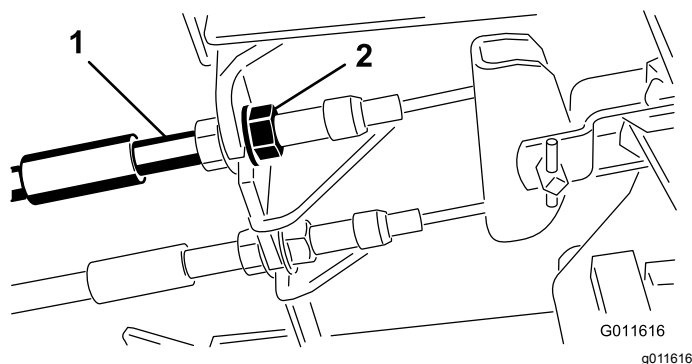

図 87
1. 遊びを減らすブレーキを締めるには、ブレーキケーブルのねじ山の前ナットをゆるめ、後ろのナットを締める 図 87。